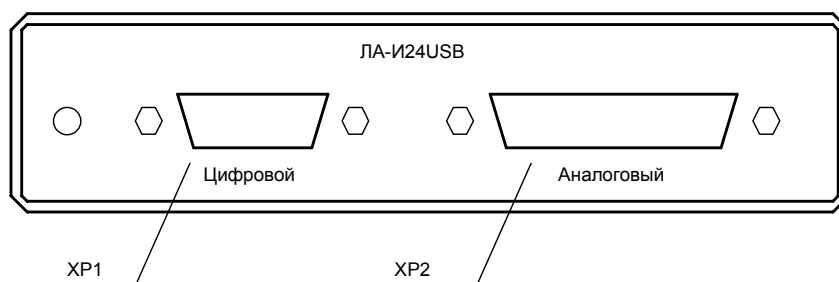

Рис. 4.1. Передняя панель прибора.
- 4.2.3. Для предотвращения выхода из строя устройства ЛА-И24USB на входные разъемы необходимо подавать сигналы с параметрами, указанными в таблице (Таблица 4. 1). Расположения разъёмов указано на рисунках (Рис. 4.1 и 4.2).